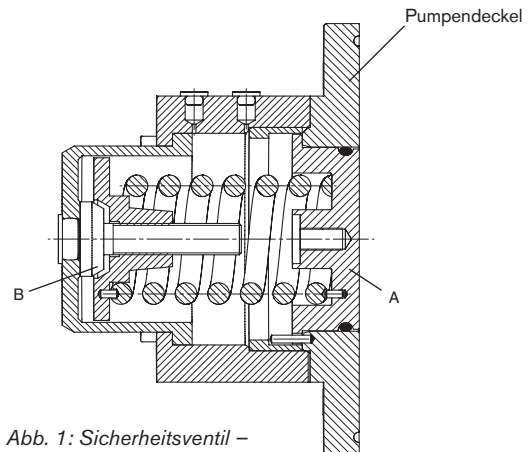

Abb. 1: Sicherheitsventil – Federbelastet, vollständig geschlossen
Abb. 1 und 2 zeigen den Aufbau des federbelasteten Sicherheitsventils. Der Ventilkopf (A) ist auf der einen Seite dem hydrostatischen Druck im Rotorgehäuse und auf der anderen Seite der Federkraft ausgesetzt. Die Feder wirkt direkt auf den Ventilkopf.
Abb. 1 zeigt das Sicherheitsventil im vollständig geschlossenen Zustand. Der Ventilkopf (A) schließt mit der Frontseite des Pumpendeckels bündig ab. Das Ventil wurde durch Kompression der Feder über die Federeinstellschraube (B) auf den richtigen Wert eingestellt.